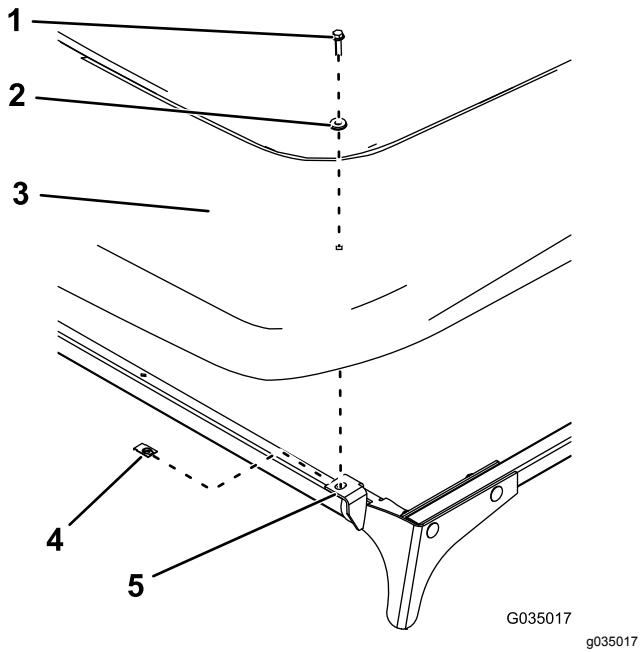

図 32
1. サンシェードを前プレートに取り付けるクリップ2個、シーリングワッシャ2枚、六角フランジボルト  $\frac{1}{4} \times 1$  インチ2本を使用して図 32 のように取り付ける。